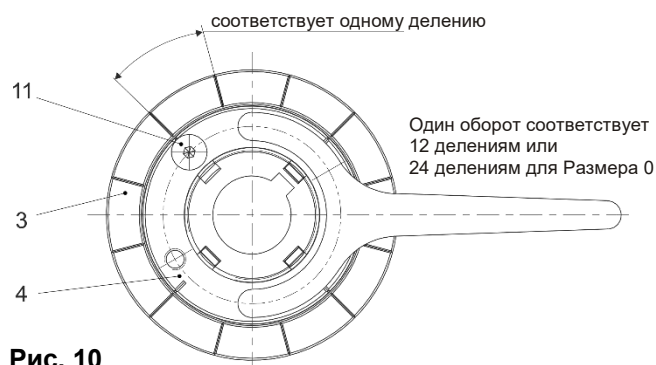

Рис. 10
Если при заказе не указано желаемое значение устанавливаемого крутящего момента (или не указан диаметр отверстия) муфты EAS® поставляются без установки крутящего момента (соответственно с предварительно рассверленным отверстием втулки муфты). Регулировка осуществляется поворотом регулировочной гайки. Поворот по часовой стрелке вызывает увеличение, против часовой стрелки - уменьшение крутящего момента (если смотреть на регулировочную гайку, как показано на Рис. 10).
1. Резьбу и опорные поверхности регулировочной гайки (4), стопорной шайбы (10) и втулки (1) смазать.
2. Установить регулировочную гайку (4) вручную до контакта с тарельчатыми пружинами.
3. Продолжать поворачивать, пока четыре выемки в регулировочной гайке (4) и выемки переключающего элемента (3) не совпадут, Рис. 10.
4. Регулировочную гайку (4) продолжать поворачивать торцевым штифтовым гаечным ключом на количество делений, которое соответствует желаемому крутящему моменту, Рис. 10 (число делений из диаграммы установки).
5. Стопорный винт (11) вкрутить (выемки на регулировочной гайке (4) и переключающем элементе (3) должны находиться в одинаковом положении).
Для этого снимите стопорный винт (11) и переведите на деления торцевым штифтовым гаечным ключом, Рис. 10. Затем вверните снова стопорный винт (11), причем четыре выреза в регулировочной гайке (4) и вырезы переключающего элемента (3) должны быть в одинаковом положении.